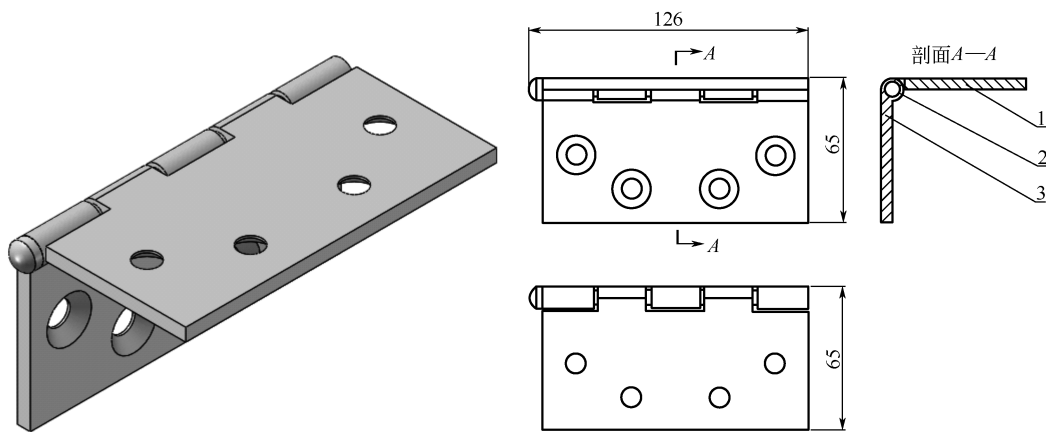

图 10-72 合叶装配体和工程图
(2) 合叶装配体和工程图,如图 10-72 所示,根据已经建立合叶装配体开始工程图设计,并完成尺寸标注和注解标注操作。